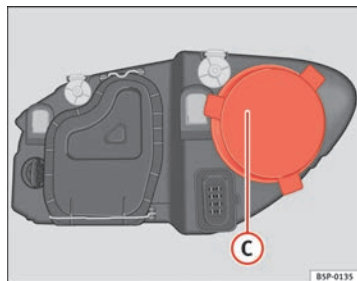

Fig. 168 Máximos
- Retirar a tampa ⇒ fig. 168 C, puxando-a.